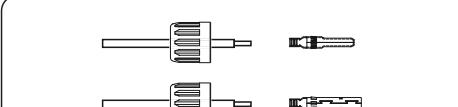

Figura 4.9 Insira o fio no conector
2. Insira o fio na porca-capa do conector e no pino de contato (veja a figura 4.9).